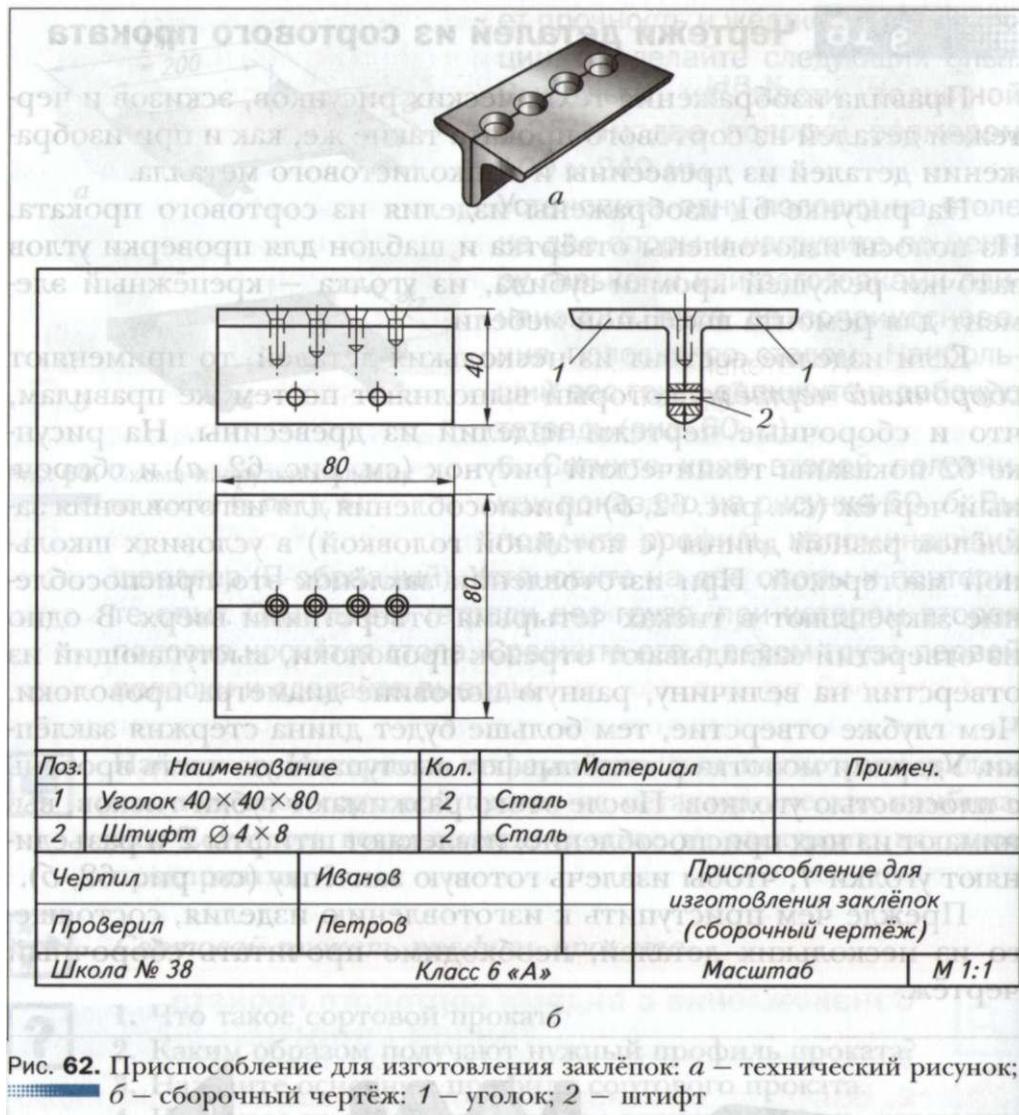

Рис. 62. Приспособление для изготовления заклёпок: а – технический рисунок; б – сборочный чертёж: 1 – уголок; 2 – штифт
Если изделие состоит из нескольких деталей, то применяют *сборочный чертёж*, который выполняют по тем же правилам, что и сборочные чертежи изделий из древесины. На рисунке 62 показаны технический рисунок (см. рис. 62, *а*) и сборочный чертёж (см. рис. 62, *б*) приспособления для изготовления заклёпок разной длины (с потайной головкой) в условиях школьной мастерской. При изготовлении заклёпок это приспособление закрепляют в тисках четырьмя отверстиями вверх. В одно из отверстий закладывают отрезок проволоки, выступающий из отверстия на величину, равную половине диаметра проволоки. Чем глубже отверстие, тем больше будет длина стержня заклёпки. Ударами молотка расклёпывают выступающую часть вровень с плоскостью уголков. После этого разжимают губки тисков, вынимают из них приспособление, извлекают штифты 2 и разъединяют уголки 1, чтобы извлечь готовую заклёпку (см. рис. 62, *б*).
2. Внимательно прочитайте сборочный чертёж, изображённый на рис. 62, б, или выданный учителем сборочный чертёж другого изделия.